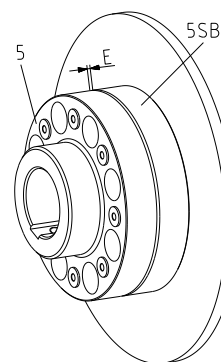

Bild 17
- Förskjut aggregaten axiellt tills E-måttet uppnås (se bild 17).